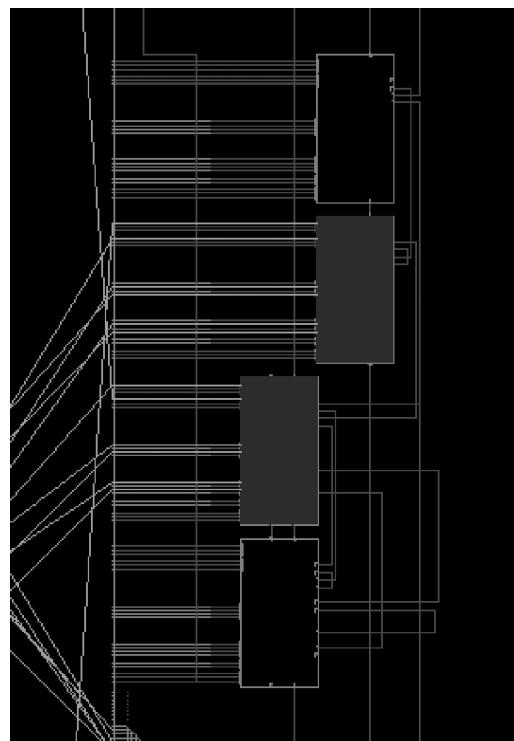
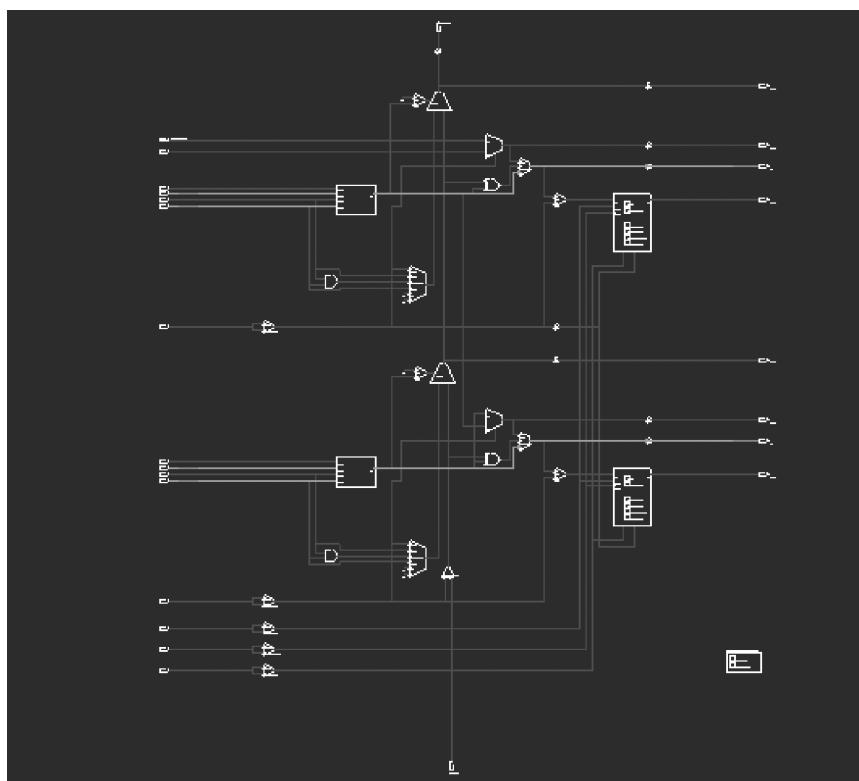

图 3.60 所使用的 Slice
图 3.61 Slice 内部结构
**思考与练习 11** 如图 3.60 所示, 双击图中蓝色的 Slice, 打开内部结构。如图 3.61 所示, 根据第 2 章所介绍的 FPGA 的内部结构原理, 对其结构进行分析。
(8) 退出 FPGA Editor 编辑器界面。